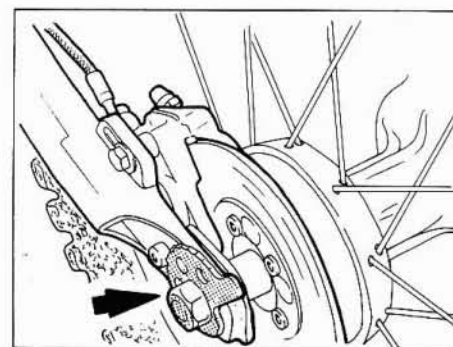

Fig. 34 - Ruota posteriore.
- sbloccare il perno ruota ed allentare i tendicatena (Fig. 34);